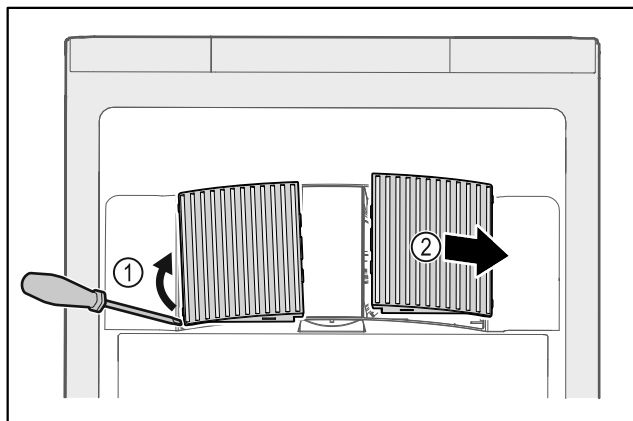

Fig. 201
- ▶ 从侧面小心撬开风机盖板 Fig. 201 (1) 并朝前取下 Fig. 201 (2)。